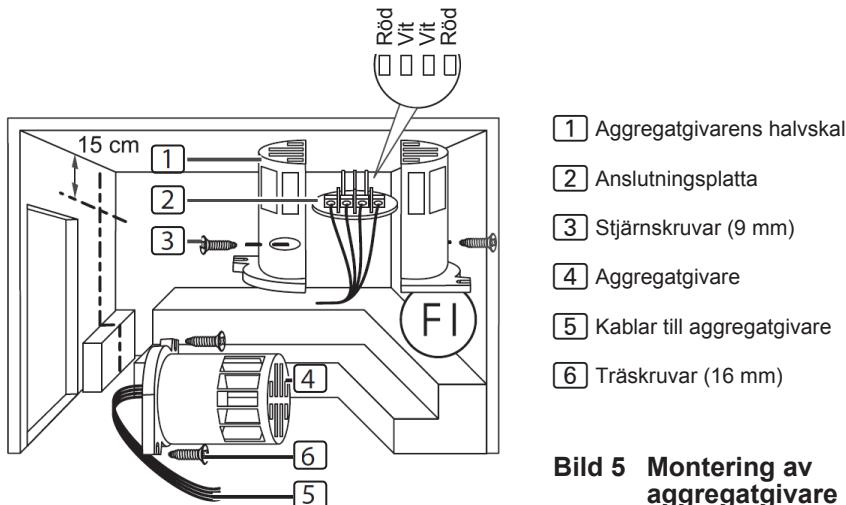

Bild 5 Montering av aggregatgivare
Genomför följande steg för att montera aggregatgivaren (se **Bild 5**):
3. Kläm fast de fyra anslutningarna på aggregatgivarledningarna **5** enligt **Bild 5**.
4. Lägg anslutningsplattan **2** på tvären (enligt **Bild 5**) i aggregatgivarens halvskal.